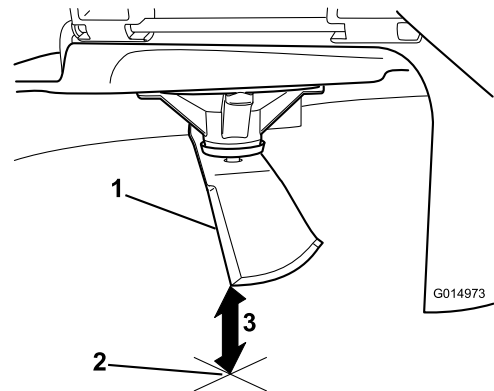

Figure 73
5. Mesurez la distance entre la pointe de la lame et la surface plane (Figure 73).